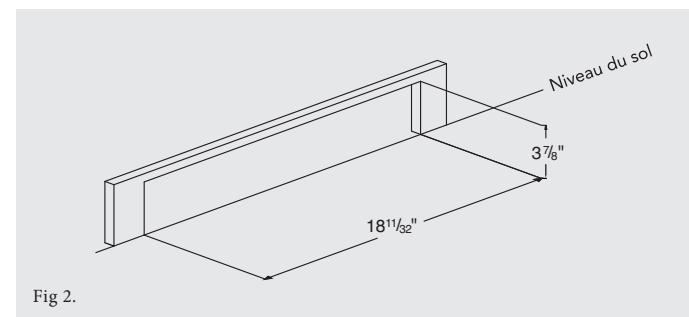

Fig 2.
- Découper dans le pied de meuble une ouverture aux dimensions indiquées à la Fig. 2.